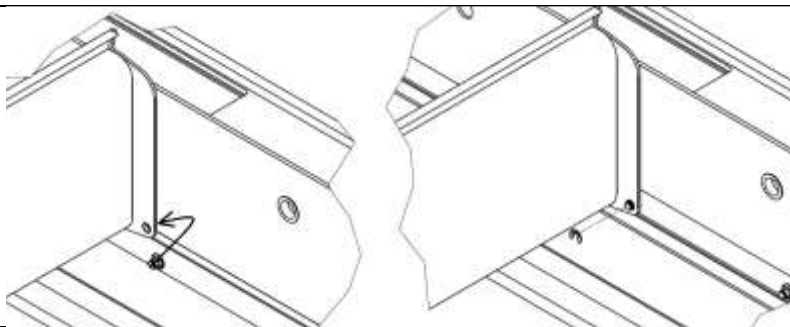

Figure 48
14. Soulever la tringlerie jusqu'au niveau du trou inférieur du bouchon d'entraînement de la lame et l'appliquer de l'extérieur (entre le bouchon et la barre) sur le côté du bouchon d'entraînement (Fig. 48-gauche).
15. Pousser l'extrémité saillante de l'axe de la tige dans le trou de l'embout de la lame (Fig. 48-droite). Lors de l'enfoncement, veillez à ne pas faire sortir la bague collectrice de l'embout.
16. Fixer l'extrémité visible de la tige avec un petit clip exactement dans la rainure extrême de la tige (Fig. 48) - utiliser un outil spécifique (Fig. 48-droite).